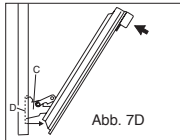

Abb. 7D
5) Die Backfortür mit beiden Händen vorsichtig nach innen drücken, damit die Türscharniere „C“ aus den Aussparungen „D“ frei kommen (siehe Abb. 7D) und danach die Tür zu sich her ziehen, damit sie vom Backofen frei kommt.